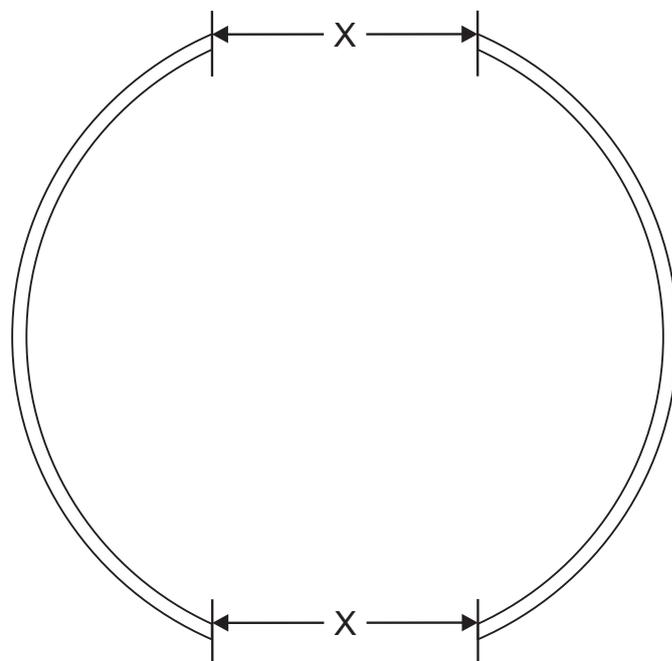

Рис. 42 Зазор
27. Проверить зазор X между ограждениями цилиндрической формы со стороны входа и выхода (рис. 42).